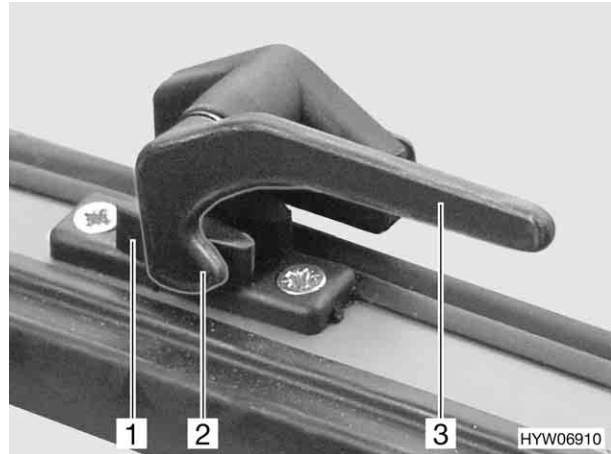

Fig. 45 Levier de verrouillage sans bouton de sécurité en position "fermé"
- Positionner le levier de verrouillage (Fig. 45,3 ou Fig. 46,4) à la verticale ou le tourner d'un quart de tour vers le centre de la fenêtre.
- Positionner le levier de verrouillage (Fig. 45,3 ou Fig. 46,4) en position horizontale ou le tourner d'un quart de tour vers le cadre de la fenêtre. Le tenon de verrouillage (Fig. 45,2) se trouve sur le côté intérieur du verrouillage de fenêtre (Fig. 45,1) ou la fourche (Fig. 46,2) du levier de verrouillage se trouve toute entière sur le côté intérieur du verrouillage de fenêtre (Fig. 46,1).